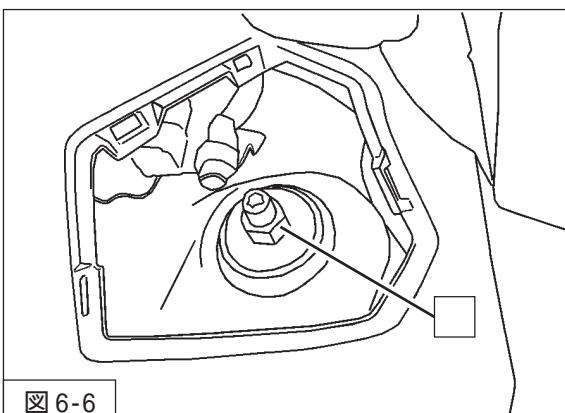

図6-6
8. ダンパー・アッパー取付ナット(締付トルク:25N·m)を取付けてください。(図6-6)